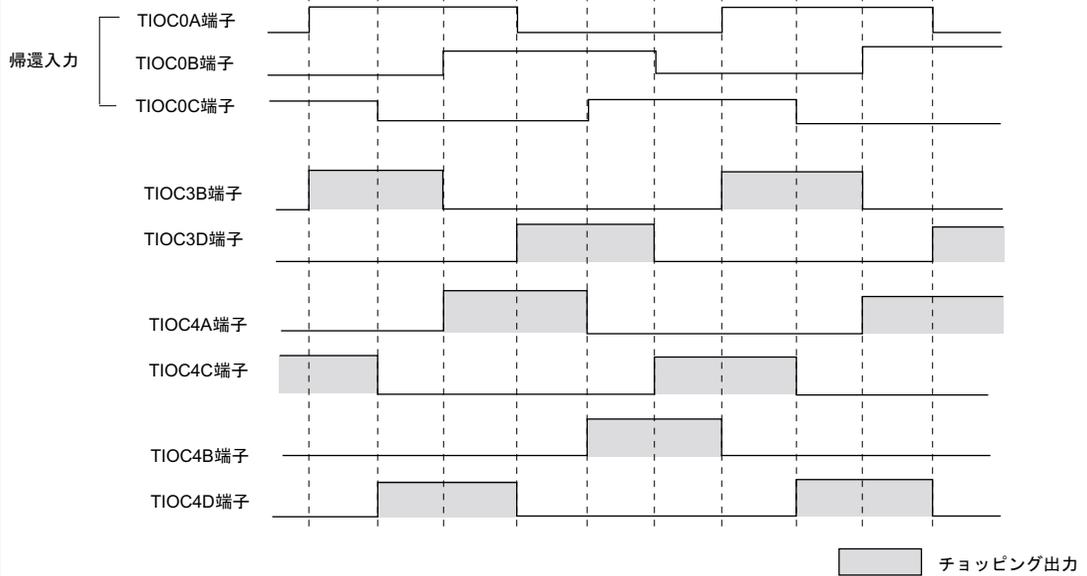

図 2.31 DC ブラシレスモータ制御用信号出力例
- (1) 図2.31に示すように、DCブラシレスモータ制御に必要な波形を出力します。出力波形は、各端子のゲート信号とリセット同期PWM出力をチョッピングして出力します。